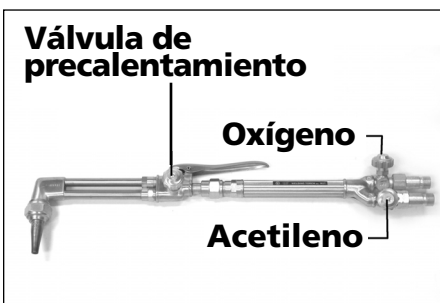

Figura 10 - Mango del soplete
2. Cierre ambas válvulas del mango del soplete. Si va a usar el accesorio para cortar, abra la válvula para el suministro de oxígeno completamente y cierre la válvula de precalentamiento del accesorio para cortar (vea la figura 10).
4. Abra la válvula de oxígeno del soplete y la válvula de precalentamiento, oprima la palanca para cortar, si se usa, y ajuste el regulador a la presión adecuada para el tipo de soldadura que va a hacer (vea Tabla 1). Cierre la válvula del soplete o de precalentamiento después de purgar el sistema (vea la figura 10).